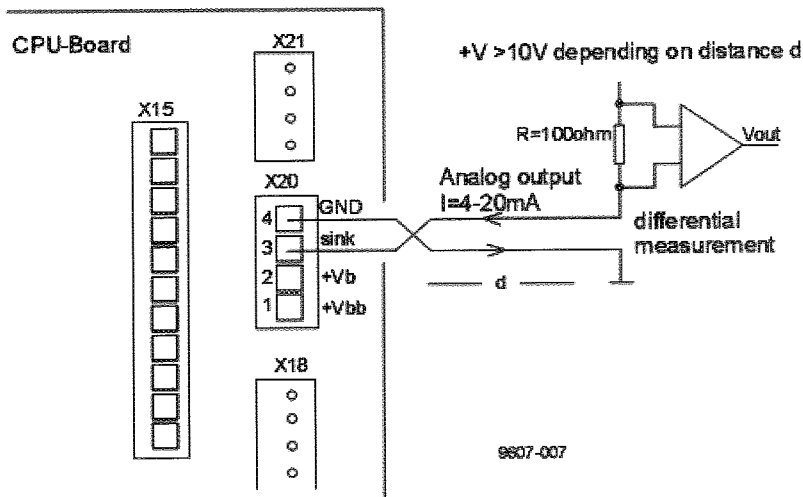

图 7-18 模拟电流回路
(4) 对于 4~20mA 模拟能见度测量, 只需两根线。将来自远程或内部供应的电压 ($+V_b = 12V$ 或 $+V_{bb} = 23V$) 与电阻 R (如 100Ω) 相连。将信号线与 CPU 板上的螺丝接头 X20 柱 3“sink”连接。在图 7-18 中, 使用远程电压供应, 返回信号从柱 4“gnd”传导。